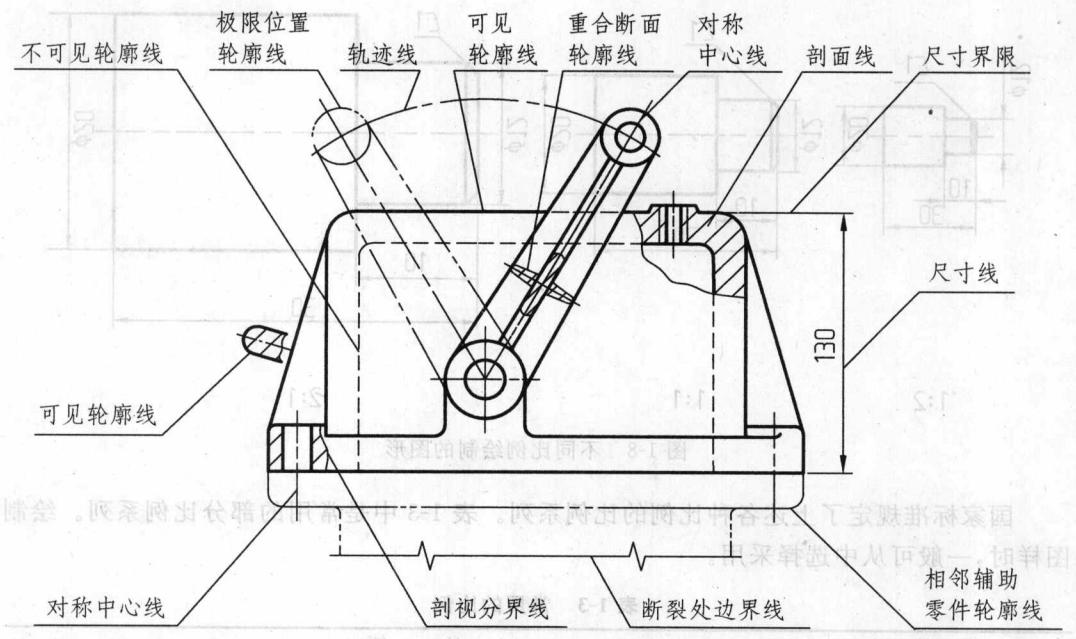

图 1-6 线型应用示例
(1) 在同一图样中,同类图线的宽度应一致。
(2) 虚线、点画线、双点画线的线段长度和间隔应各自大致相等。图 1-6 为线型应用的示例。